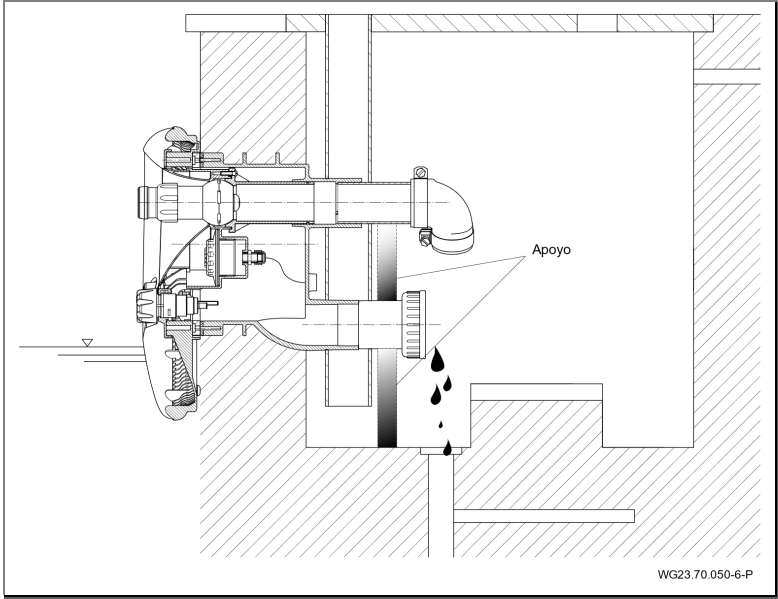

Fig. 26
- 3. Descargar la tubería de aspiración e impulsión por medio de apoyos. Ver "Fig. 26", página 44.